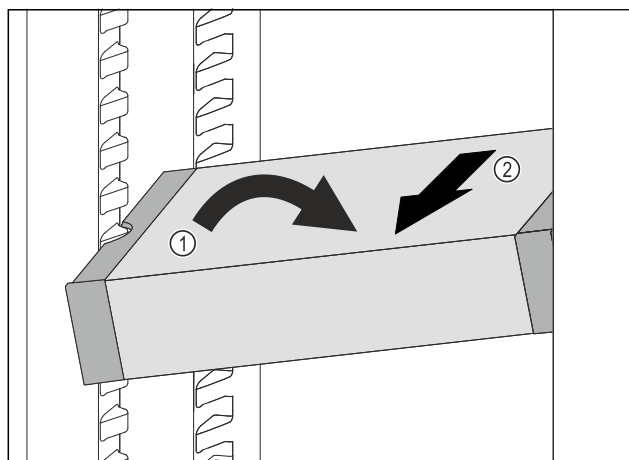

Fig. 45
- ▶ Расположите VarioSafe в холодильном отделении под наклоном. Fig. 45 (1)
- ▶ Извлеките VarioSafe движением вперед. Fig. 45 (2)